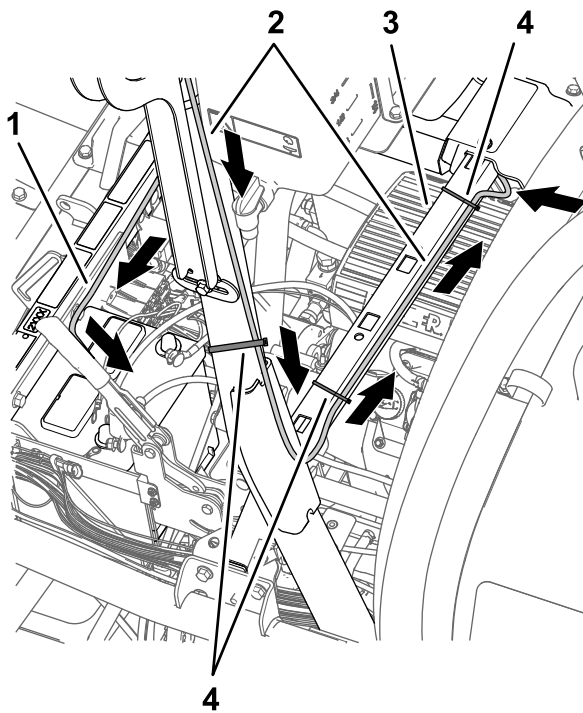
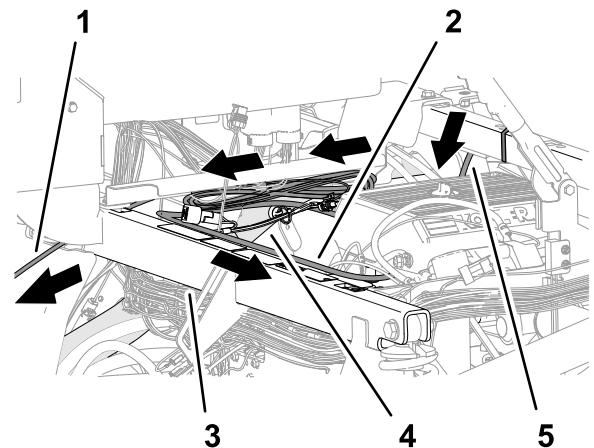

图203
图205
1. 将数据线束和电池线束沿左侧竖直翻车保护杆向下布放直至座椅支架的横梁处图203。
2. 如图203所示将导航接收器的390cm 数据线束支管固定到翻车保护杆上。
5. 将数据线束和电池线束穿过座椅支架的横梁并用 2 条扎带将 390cm 数据线束支管固定到横梁上图203和图205。
6. 沿右上机架管布置 220cm 电池线束支管图205。
7. 将 220cm 电池线束支管朝向电池的方向穿过减震支撑管图205。
- 沿控制台下方并朝仪表板的方向布置 220cm 数据线束支管带 26 插槽接头的线束支管图205。